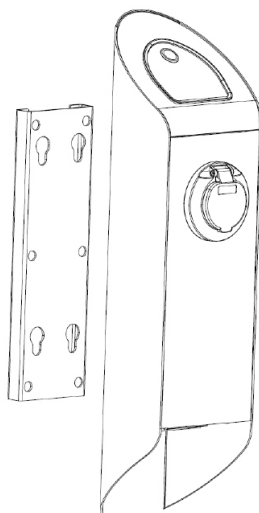

Figure 3
- 3- Montez le chargeur sur le support mural comme indiqué dans la Figure 3.